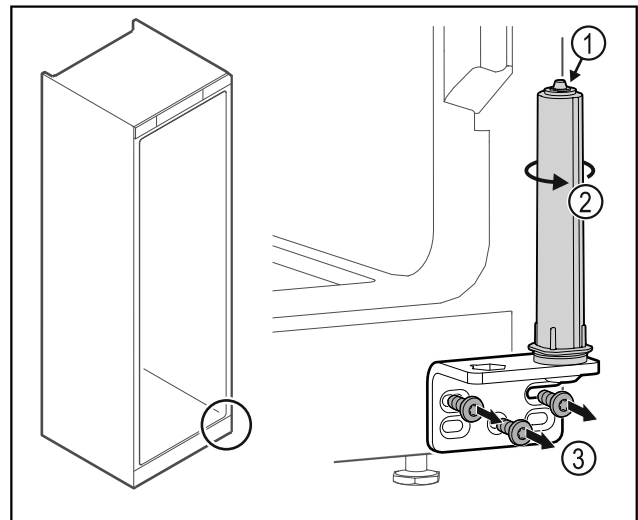

Fig. 35
- Türschließsystem nicht zerlegen Fig. 35 (1).
- Schließsystem Fig. 35 (2) drehen, bis es klickt.
- Scharnierwinkel Fig. 35 (3) abschrauben.